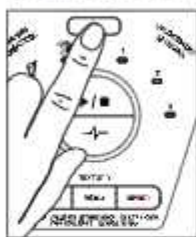

Fig. 19
1. Pressione o botão para ligar e desligar (Fig. 19). A luz de força piscará indicando que o liquidificador está pronto para ser usado.
7. Pressione o botão para ligar e desligar (Fig. 19).